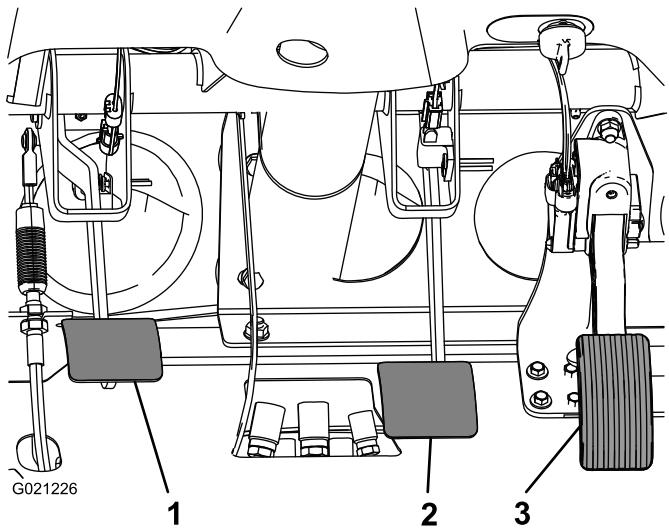

Bild 63
- Heben Sie das Bremspedal an (Bild 63), bis es den Rahmen berührt.
- Lösen Sie die Sicherungsmuttern, mit denen das Joch an der Hauptzylinderwelle befestigt ist (Bild 63).